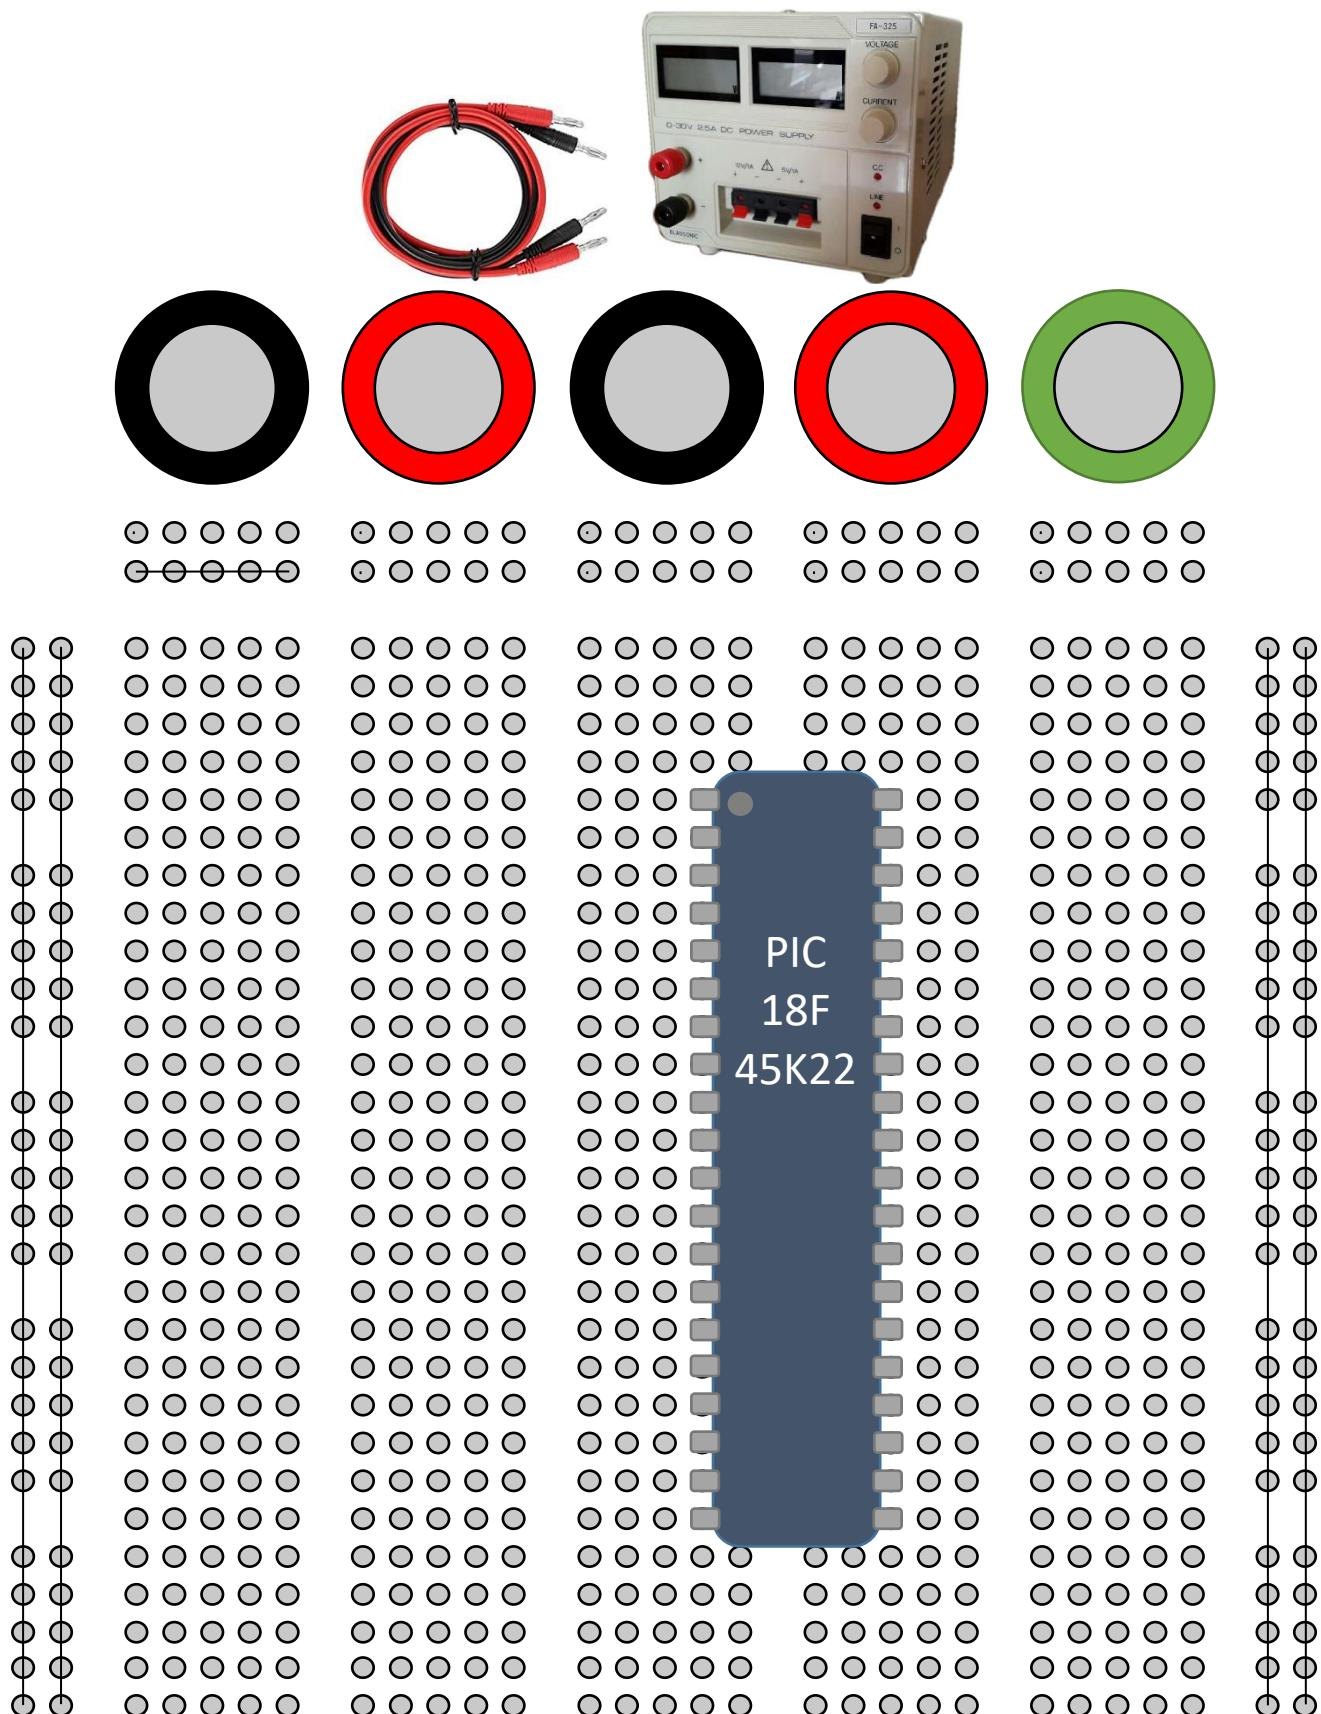

Figura 1. Esquema d'una protoboard per fer les connexions dels circuits.
2.- A més, per a aquest previ s'ha de fer el dibuix de tots els circuits, incloent alimentació, cables, interruptors, leds, resistències, condensadors, etc. a la figura 1 que trobareu al final d'aquest document i que representa la protoboard. Quant més detall afegiu en el dibuix d'aquests esquemàtics, millor. La disposició dels pins i el sistema d'alimentació del microcontrolador necessiten una mica d'informació addicional. Assegureu-vos de fer servir els pins correctament (no confongueu la distribució de pins del Proteus amb la real). També, s'ha de dibuixar les connexions entre la font d'alimentació i la protoboard i la distribució de les línies de Vdd (5 V) i Vss (0 V) per alimentar el microcontrolador. Al document resumElectrònica.pdf podeu trobar informació sobre la protoboard i la distribució dels pins del PIC i les connexions necessàries per a l'alimentació del PIC.